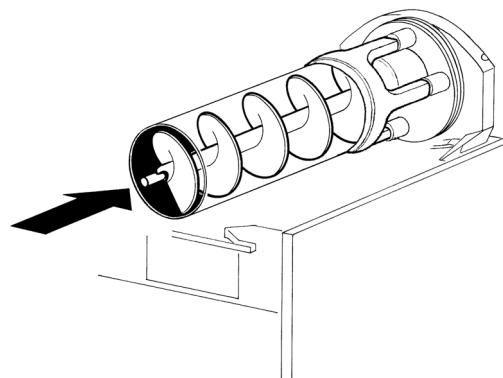

figura 15
- 5 Enfilarse el rascador interior en el evaporador, acompañándolo con cuidado, evitando tocar la pared posterior (ver figura 15).